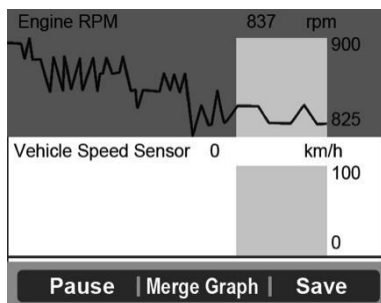

Figura 6.13
- Si se muestra la opción "**Fusionar Gráfica**" en la parte inferior cuando un Parámetro PID está seleccionado, es posible conjuntar gráficas fusionadas. (Figura 6.13)